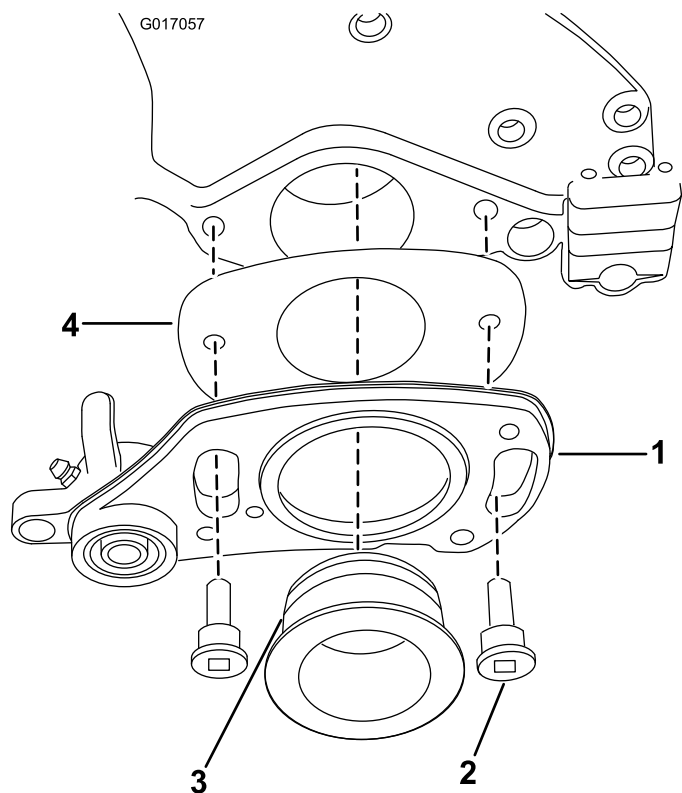

図 4
8. 左側駆動アセンブリに、シムプレートを 図4 に示すように取り付ける。
9. パイロットボアとOリングにグリスを薄く塗布する 図 4。
10. ショルダナット2本を使って、左側駆動アセンブリを 図 4のように固定する。